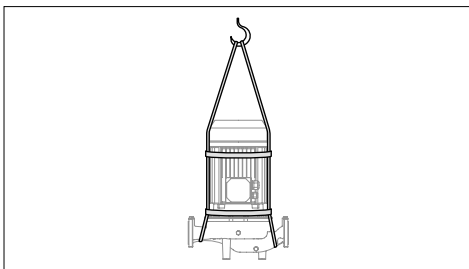

РИС. 1: Подъем насосов ЗЕ с помощью троса.
ВНИМАНИЕ! ДЛЯ ПОДЪЕМА ИЛИ ПЕРЕМЕЩЕНИЯ ЭЛЕКТРОНАСОСА ИСПОЛЬЗУЙТЕ СООТВЕТСТВУЮЩИЙ ЕГО ВЕСУ ТРОС И НЕ СЛИШКОМ СИЛЬНО НАКЛОНЯЙТЕ НАСОС (РИС. 1);
- удалите болт между корпусом насоса и кронштейном двигателя и снимите двигатель по направлению оси. Для подъема/перемещения насоса следует использовать только подходящее подъемное устройство). (РИС. 1)